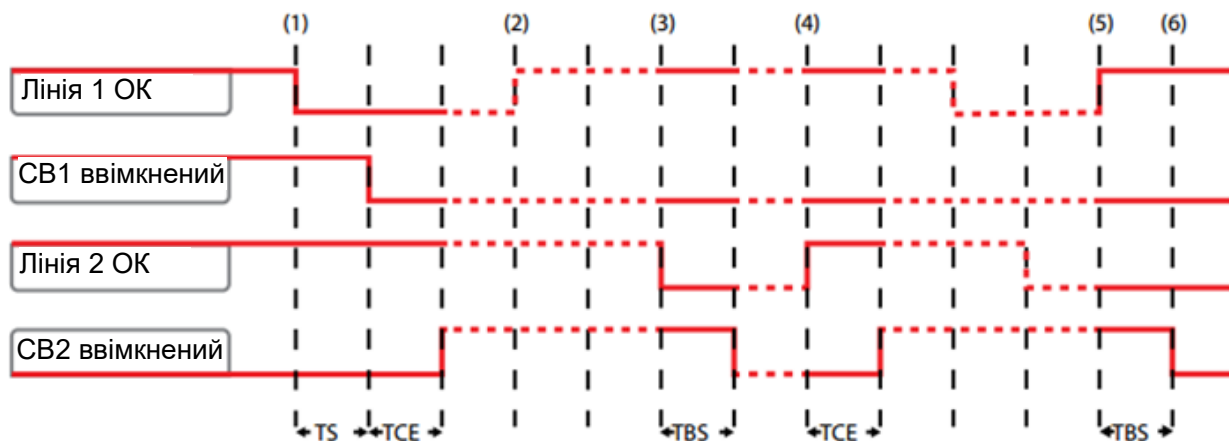

Рисунок 4.3 – Часові діаграми 2CBs (2 вимикача) - генератор не використовується - без автоповернення
У випадку зникнення живлення (рис. 4.3) основною лінії блок ATS022 перемикає на резервну лінію (1). У випадку відновлення живлення на основній лінії процедура зворотного перемикання не пускається (2). У випадку аварії на резервному вводі ATS022 командує на відключення автомата резервної лінії (3) і очікує відновлення живлення резервної лінії для зворотного включення апараті (4), вимикач основної лінії як і раніше не включається. Дане застосування також можливе, якщо використовується генератор: в такому випадку генератор пускається через час T_s , і після появи нормального живлення на резервному вводі вимикається вимикач СВ1.